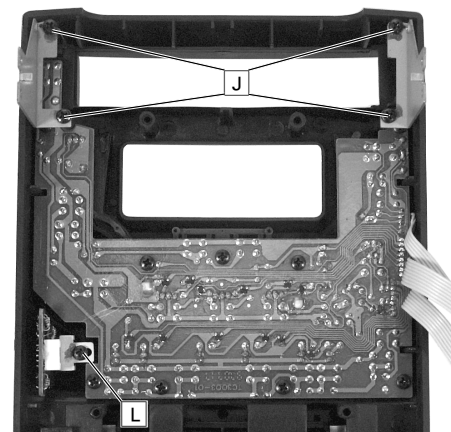

Fig. 33
- 4 Schrauben **J** herausschrauben und die beide seitlichen Halterungen abnehmen (Fig. 33).
- Schraube **L** herausschrauben und die Kopfhörer-PCB herausnehmen (Fig. 33).